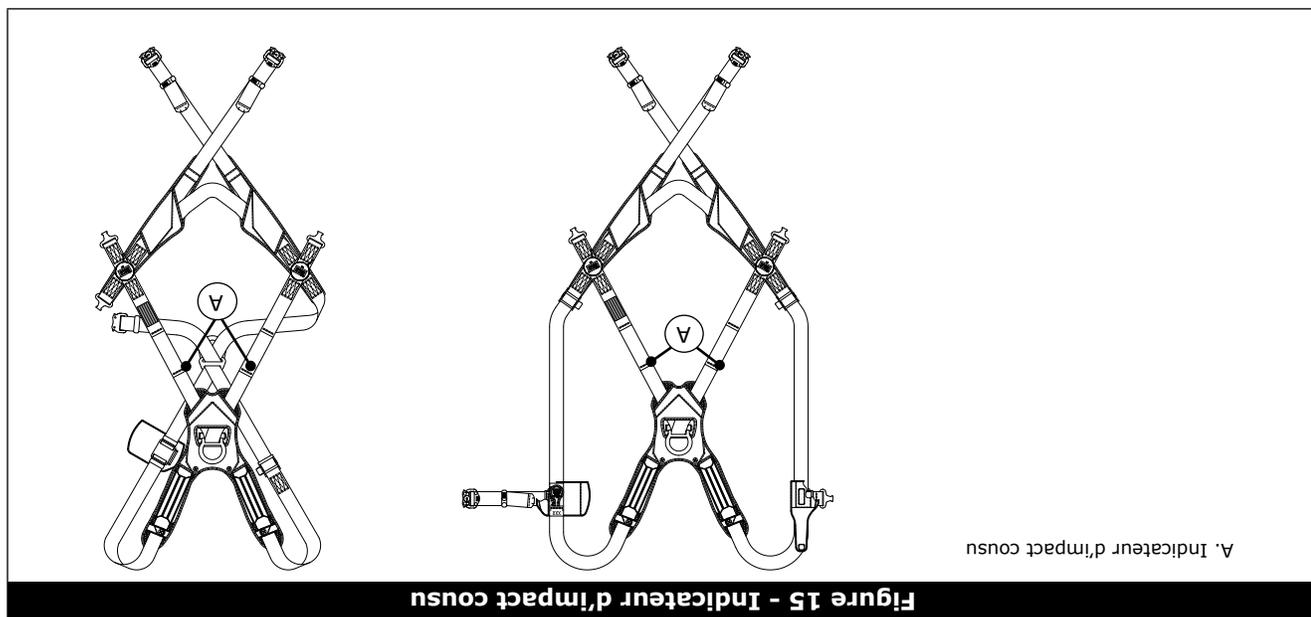

Figure 15 - Indicateur d'impact cousu
Étape 6. Inspectez l'indicateur d'impact cousu : L'indicateur d'impact cousu est une section de sangie repliée sur elle-même et fixée par un modèle de couture particulier qui tient le revers (voir figure 15). Le modèle de couture est conçu pour se défaire lorsque le harnais arrête une chute ou qu'il a été soumis à une force équivalente. Si l'indicateur d'impact a été activé, le harnais doit être mis hors service et détruit.